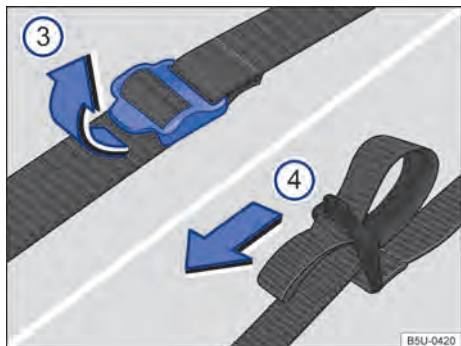

Fig. 170 Cintas de fixação da bolsa das ferramentas de bordo.
- Puxar as fivelas da cinta de fixação no sentido da seta → Fig. 170 ③.
- Puxar firmemente as cintas ① pelas alças no sentido da seta → Fig. 170 ④ para fixar a bolsa das ferramentas de bordo.